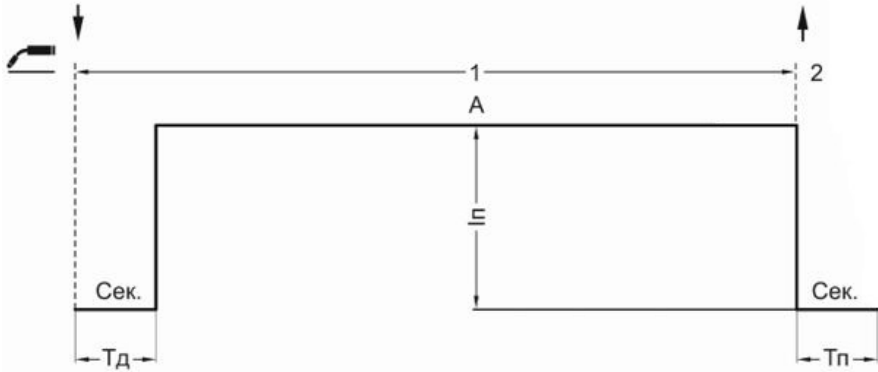

Рис. 7.5.1. Режим работы аппарата 2Т.
**Двухтактный режим (2Т)** рекомендуется использовать при длине сварочных швов до 200 мм (см. рис. 7.5.1).